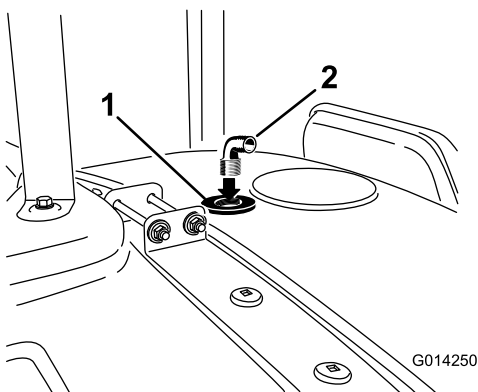

Рисунок 18
9. Установите фитинг в резьбовое отверстие переходного штуцера промывочного сопла (Рисунок 18).